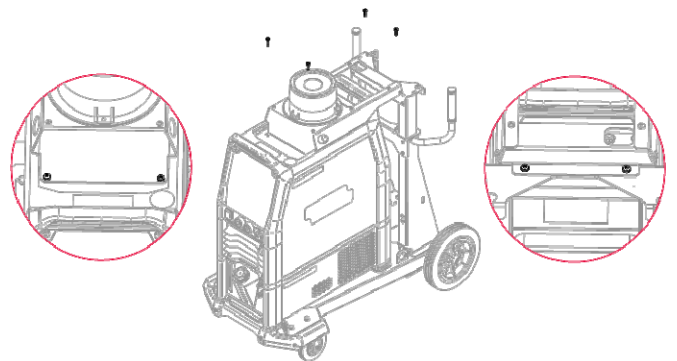

Рисунок 6
- Окончательная сборка - система охлаждения должна быть прикреплена к Speedtec с помощью винтов M6x16 (Рис. 6).